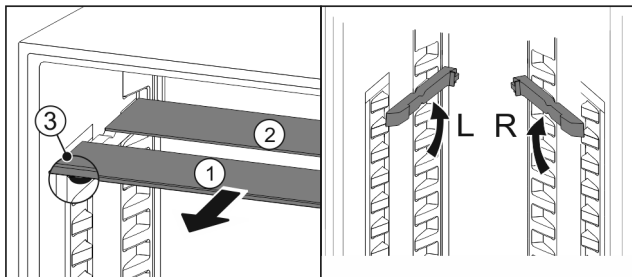

Fig. 127
- Skleněné desky jednotlivě vytáhněte dopředu Fig. 127 (1).
- ▷ Skleněná deska Fig. 127 (1) s ozdobnou lištou leží vpředu.
- ▷ Zárážky Fig. 127 (3) směřují dolů.